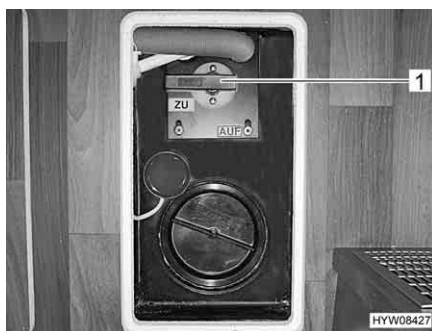

Fig. 112 Leva di comando del serbatoio delle acque grigie
La leva di comando (Fig. 112,1) per lo smaltimento delle acque grigie si trova sotto una copertura nel doppio fondo. Il tubo di scarico con collegamento per un tubo di gomma per lo scarico si trova sotto al veicolo.
- Aprire il rubinetto di scarico. A questo scopo ruotare la leva di comando (Fig. 112,1) del rubinetto di scarico di un quarto di giro. La leva di comando è posizionata verticalmente oppure nel senso della lunghezza rispetto al tubo di scarico. Le acque grigie fuoriescono.
- Dopo il deflusso completo delle acque grigie, richiudere il rubinetto di scarico. A questo scopo ruotare la leva di comando (Fig. 112,1) del rubinetto di scarico di un quarto di giro. La leva di comando è posizionata orizzontalmente oppure trasversalmente rispetto al tubo di scarico.